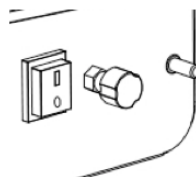

Figura.3
- e. Solo per il codice 53586 – Regolare la fiamma e la potenza girando la manopola di regolazione in senso antiorario per aumentarle o in senso orario per ridurle. (Figura 3)